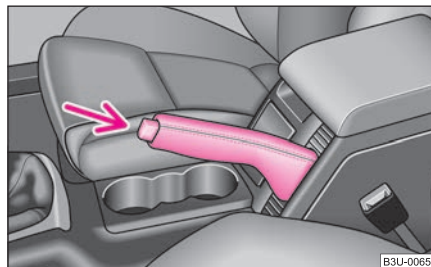

Fig. 117 Consolle centrale: Freno di stazionamento
- Tirare leggermente verso l'alto la leva del freno di stazionamento e premere **contemporaneamente** il pulsante di blocco ⇒ fig. 117.